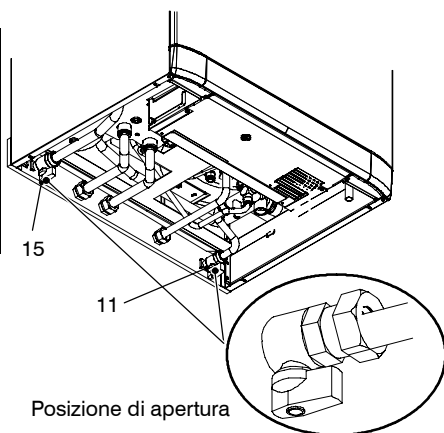

fig. 6.1
- 1 Aprire il rubinetto del contatore gas e quello della caldaia 15 in fig. 6.1
- 5 Aprire il rubinetto 11 in fig. 6.1